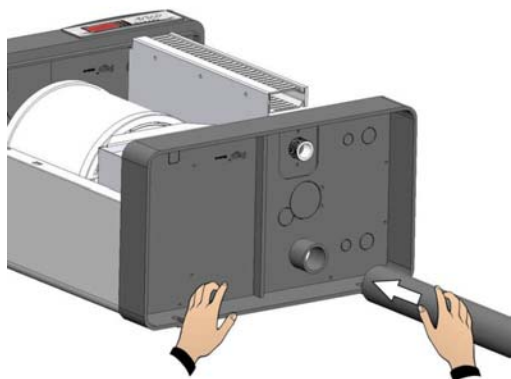

Fig. 9
6. Reliez le tuyau de vidange de l'eau au manchon de 40 mm de diamètre ; fixez-le au moyen du collier fourni, prévu à cet effet (fig. 9 et 10).